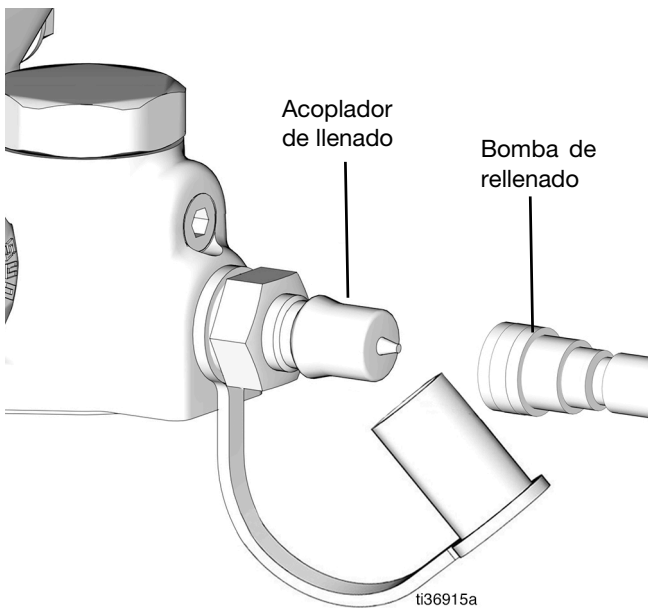

FIG. 75
35. Conecte la bomba de llenado al acoplador de llenado (FIG. 75).